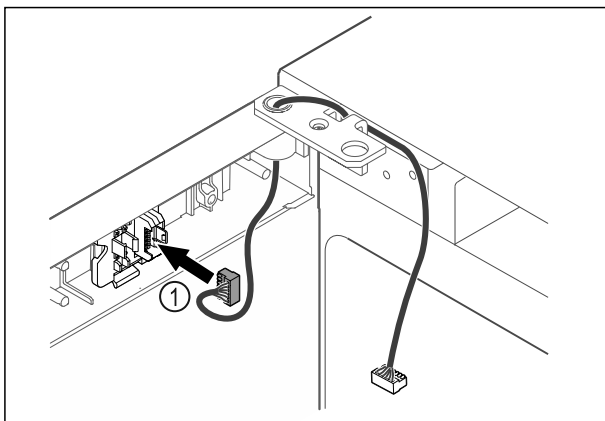

Fig. 58
- Futni spinën Fig. 58 (1) në mbajtësen e spinës.